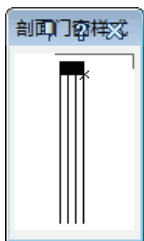

图 12-38 “剖面门窗样式”预览框
3) 双击返回“剖面门窗样式”预览对话框, 所选择的窗样式如图 12-38 所示。